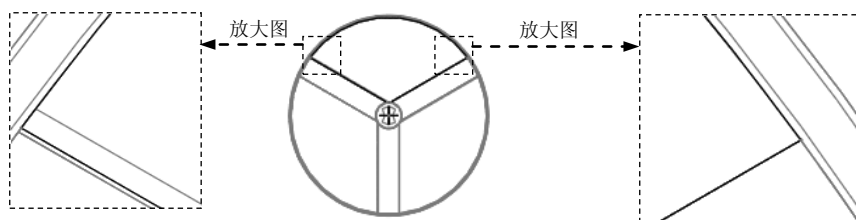

图 5.15 截面草图
(2) 在绘图区中右击，从系统弹出的快捷菜单中选择 **定义内部草绘...** 命令，选取 **FRONT** 基准平面为草绘平面。单击 **草绘** 按钮，进入草绘环境，绘制图 5.15 所示的截面草图（使用“投影”命令绘制截面草图）。截面草图绘制完成后，单击“草绘”操控板中的“确定”按钮
(3) 在操控板中单击“完成”按钮